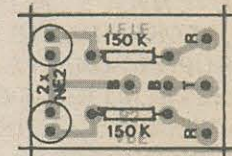

Fig. 3
- **FIG. 3 - CHAPEADO DA MONTAGEM** - Agora pela outra face (a não cobreada...), temos o impresso já com os poucos componentes posicionados e identificados. As duas lampadinhas de Neon devem ficar "em pé" sobre a plaquinha, enquanto que os dois resistores ficam "deitados", tudo bem rente à superfície do fenolite, de modo a ocupar o mínimo possível de espaço... Terminadas as ligações soldadas, a plaquinha deverá ser cuidadosamente observada pela sua face cobreada, numa verificação da inexistência de correntes ou curtos, perigosos e danosos para um circuito desse tipo e uso... Comprovada a exatidão das ligações, as sobras dos terminais podem ser cortadas,